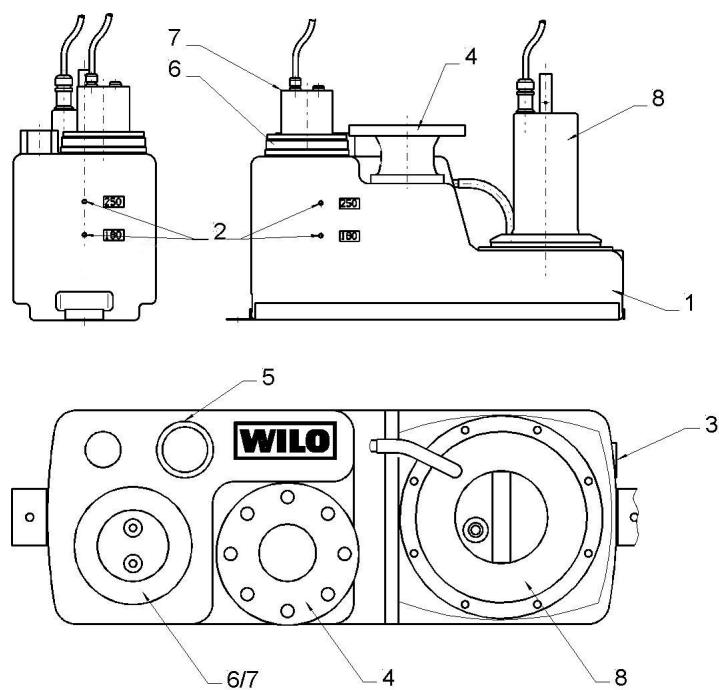

Рис. 1. Описание установки (Раздел 4.1)
4.1 Описание установки (Рис. 1)
■ **Соединительный штуцер DN70** для вентиляционного трубопровода находится над резервуаром (см. Рис. 1). Вентиляционный трубопровод крепится к резервуару с помощью соединительного элемента "Konfix". Для присоединения к вентиляционному трубопроводу необходимо открыть соединительный элемент Konfix посредством разрыва накладки. Вентиляционную трубу необходимо всего лишь вставить. Стандарт EN 12056-4 предписывает обязательное использование вентиляционного трубопровода для правильного функционирования установки!